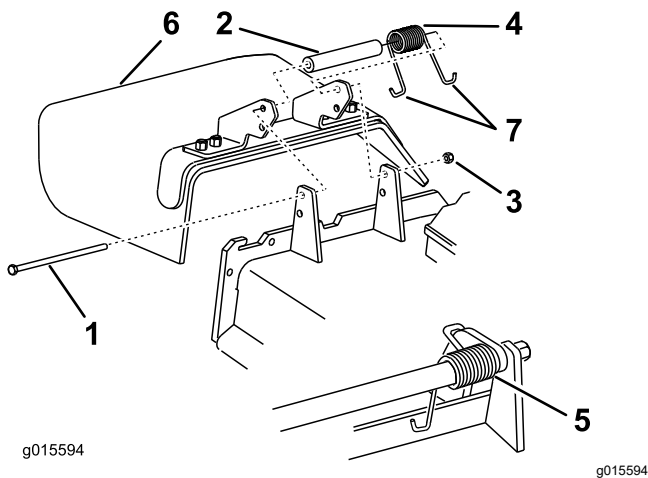

Figure 100
1. Retirez le contre-écrou, le boulon, le ressort et l'entretoise qui fixent le déflecteur aux supports de pivot (Figure 100).
2. Enlevez le déflecteur s'il est endommagé ou usé (Figure 100).
**Remarque:** Prenez soin de placer 1 extrémité en J du ressort derrière le bord du tablier avant de mettre le boulon en place, comme montré à la Figure 100.
6. Accrochez l'extrémité en J du ressort au déflecteur d'herbe (Figure 100).